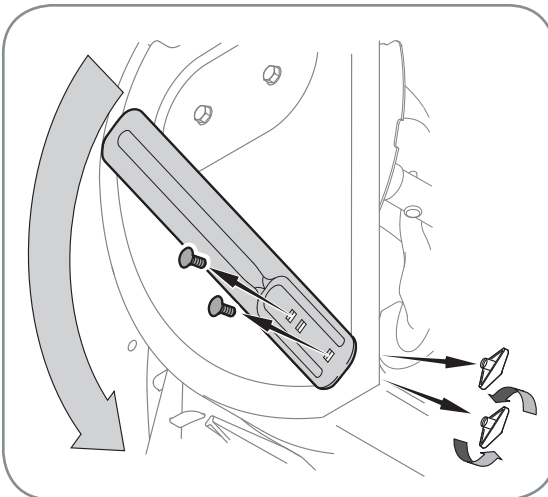

Figure 3-7
- Elles servent en cas d'accumulation importante de neige. Sur les modèles si équipés, les barres de coupe et la boulonnerie sont assemblées à l'envers sur l'habitacle des tarières. Voir la Figure 3-7.